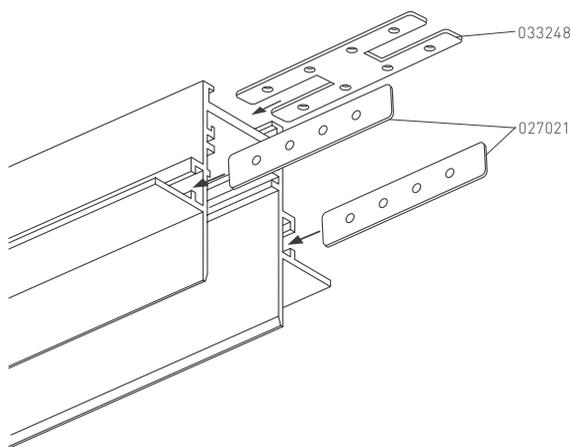

Рис. 3. Установка коннекторов для системы MAG-25
- 3.12. Установите в пазы шинопровода прямые коннекторы MAG-CON-45-UP (BK) (арт. 027021) и MAG-CON-25-UP (BK) (арт. 033248) на половину их длины и закрепите установочными винтами из комплекта поставки (см. рисунок 3).